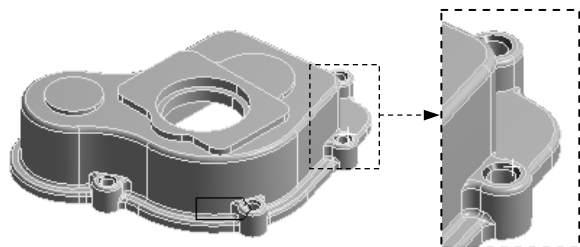

图 2.6.18 命名选择集 chamfer-selection (二)
(2) 在“Selection Name”对话框输入名称 chamfer-selection，选中 **Apply geometry items of same size** 单选项和 ☒ **Size** 复选框，单击 **OK** 按钮。
(3) 在“Outline”窗口中单击 **chamfer-selection** 节点，系统切换到“Worksheet”窗口，采用系统默认参数设置，单击 **Generate** 按钮。
(4) 打开 **Graphics** 选项卡，切换到几何显示界面，结果如图 2.6.18 所示。